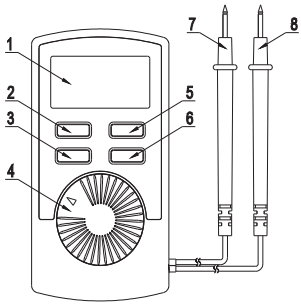

Рисунок 1
3. УСТРОЙСТВО МУЛЬТИМЕТРА (СМ. РИС. 1)